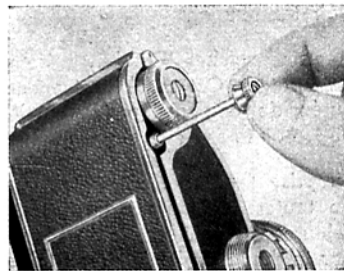

fig. 42
Si vous employez une cartouche au lieu de la bobine réceptrice, il ne sera pas nécessaire de réenrouler le film. Une résistance anormale lors de la manœuvre du levier d'armement (6) indique qu'il n'y a plus de film dans la cartouche débitrice. Coupez le film : dévissez le bouton moleté (35) solidaire d'une tige coulissante portant à son extrêmité un couteau, tirez cette tige hors du boîtier d'environ 4 cm (fig. 42), le couteau traverse le plan du film en le coupant. Faites pénétrer la dernière image dans la cartouche réceptrice en armant et